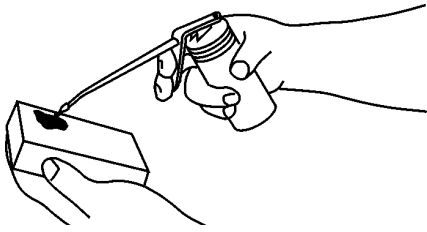

Figure 17
- Verser une cuillère à soupe d'huile SAE 30W sur le préfiltre et sur le filtre à air (Fig. 17).